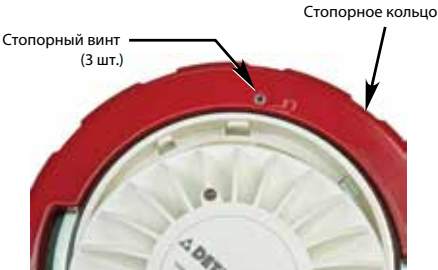

Рисунок 7—Расположение установочного винта
- 1. Слегка ослабьте три стопорных винта, расположенных на удерживающем кольце (см. рис. 7).